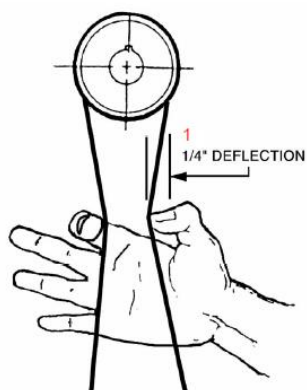

Рис. 10:1 – прогиб 6,4 мм
2. Проверить натяжение ремня. Надлежащее натяжение обеспечивается при прогибе ремня приблизительно на 6,4 мм по центру межосевого расстояния шкивов при приложении в этой точке слабого усилия (Рис. 10).